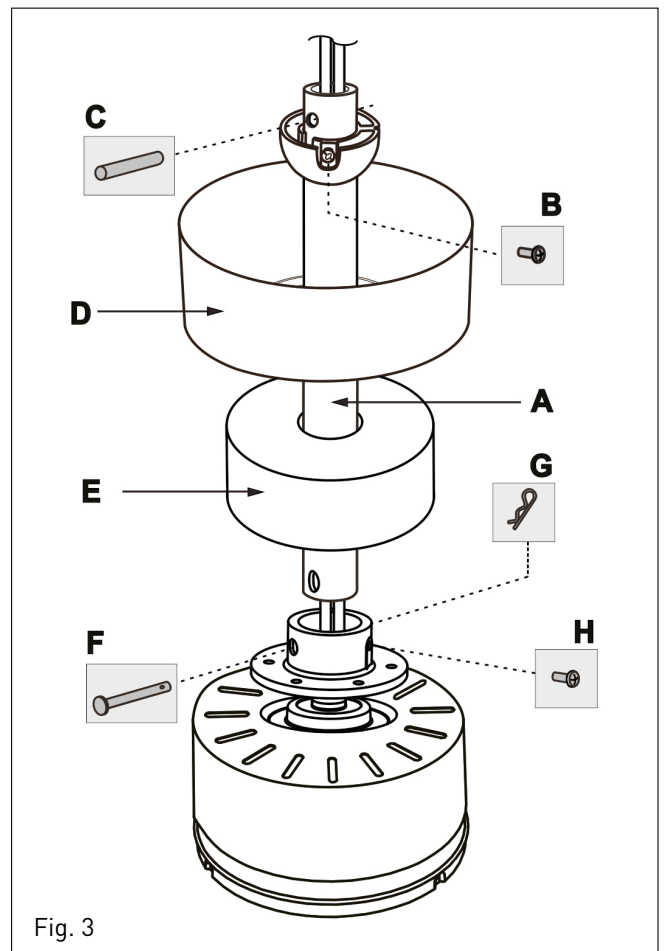

Fig. 3
1. Afin de pouvoir faire facilement passer les câbles du moteur et de l'éclairage LED à l'intérieur du tube support (**Fig.3-A**), retirez la vis (**Fig.3-B**) et le boulon supérieur (**Fig.3-C**). Passez ensuite les câbles à l'intérieur du tube support.
2. N'oubliez pas de mettre en place les caches de décoration (**Fig.3-D-E**) comme indiqué sur la même figure.
3. Fixez la base du tube support (**Fig.3-A**) au groupe moteur, en faisant passer la goupille fendue (**Fig.3-F**) à travers les trous et bloquez-la au moyen de la goupille bêta correspondante (**Fig.3-G**). Fixez l'ensemble à l'aide de la vis (**Fig.3-H**).
4. Remplacez le boulon supérieur (**Fig.3-C**) dans sa position, et fixez l'ensemble à l'aide de la vis (**Fig.3-B**).